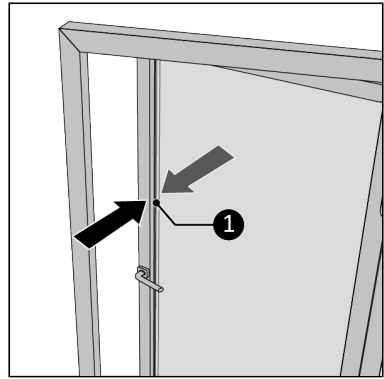

Rysunek 240.
16. Wypełnij wolne przestrzenie (Rysunek 240, poz. 1) dostarczoną pianką izolacyjną (Rysunek 240, poz. 2), w razie potrzeby przytnij piankę*.